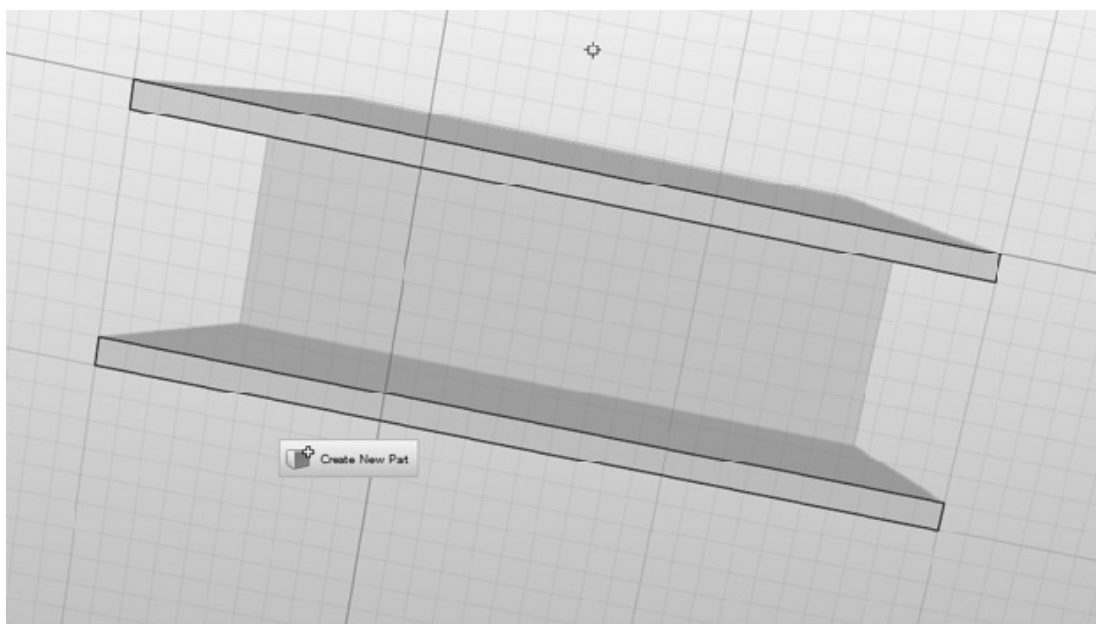

图 4-24
- 3) 单击其中一个底面作为草绘平面，如图 4-24 所示。